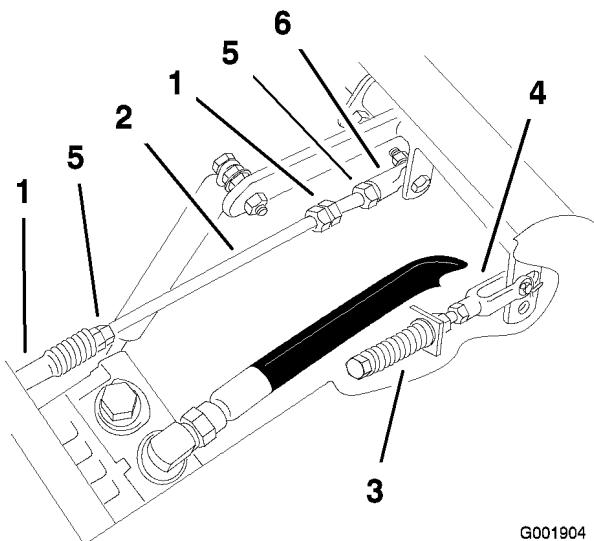

Bild 70
1. Lockern Sie die Sicherungsmuttern an den Kugelgelenken der Pumpsteuerungsstange (Bild 70).
3. Stellen Sie die Länge der Pumpstange ein, indem Sie die Doppelmuttern an der Stange so weit in die entsprechende Richtung drehen, bis das Rad stillsteht oder sich leicht zurückdreht (Bild 70).
- Ziehen Sie die Klemmmuttern an den Kugelgelenken fest (Bild 70).